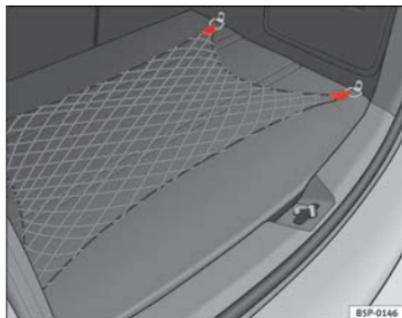

Fig. 107 Rede porta-objectos da bagageira
- Utilizar as anilhas de fixação existentes nas laterais da bagageira, para fixar a rede porta-objectos ⇒ fig. 107.